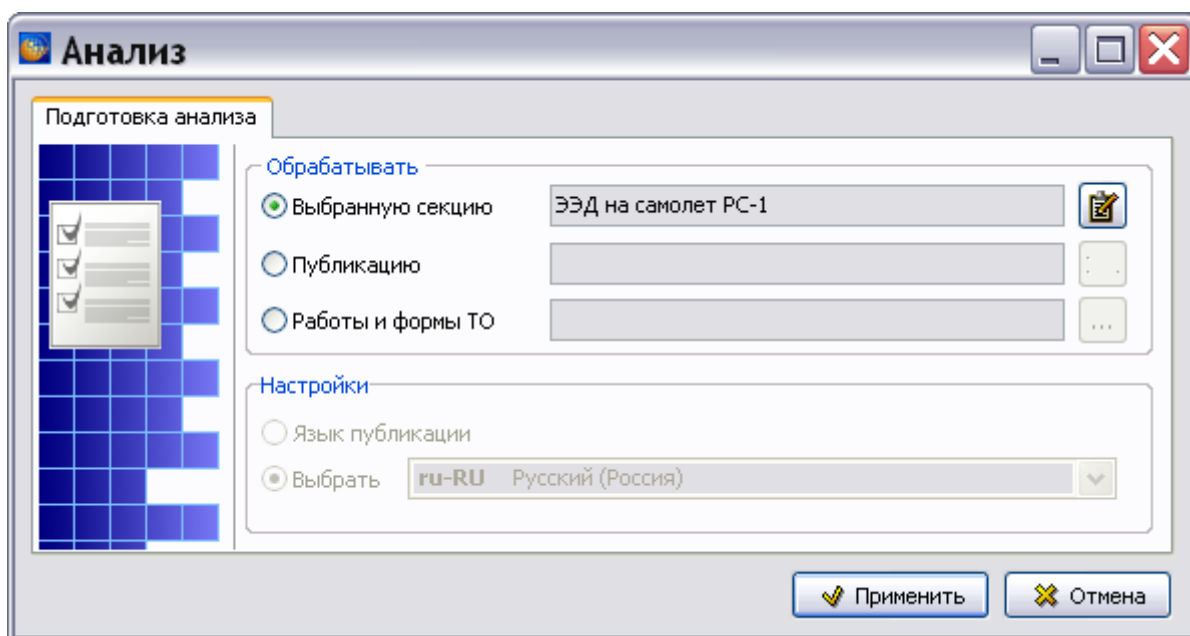

Рис. 21.116
2. Нажмите на кнопку **Выбрать анализ**. При этом появится окно **Анализ** с вкладкой **Подготовка анализа** (Рис. 21.116).